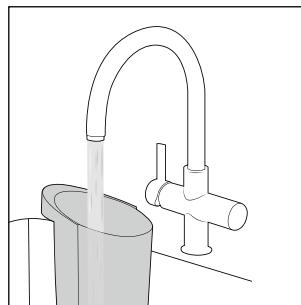

Fig. 23
- ◆ Skyl beholderen til snavset vand **②** med rindende, varmt vand (se fig. 23).